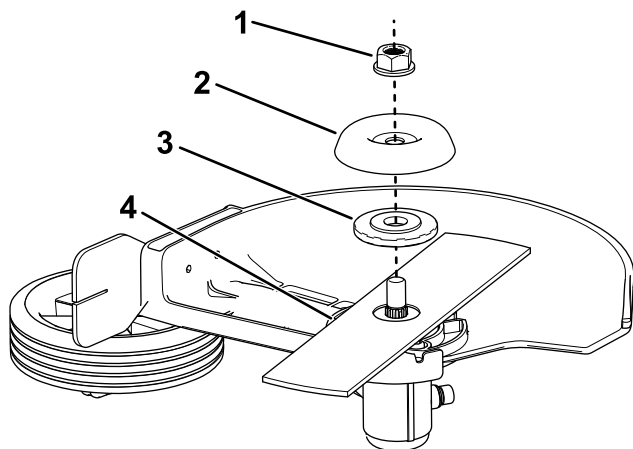

Figure 11
- Retirez la rondelle, le couvre-rondelle et l'ancienne lame de l'arbre du coupe-bordures (Figure 11).
- Installez la nouvelle lame et fixez-la en place avec la rondelle, le couvre-rondelle et l'écrou retirés précédemment (Figure 11).